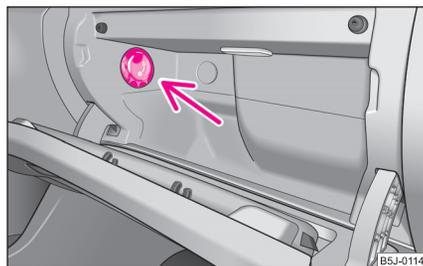

Fig. 80 Compartimento guardaobjetos: manejo de la refrigeración
- Con el conmutador giratorio ⇒ fig. 80 conecta o desconecta la refrigeración.